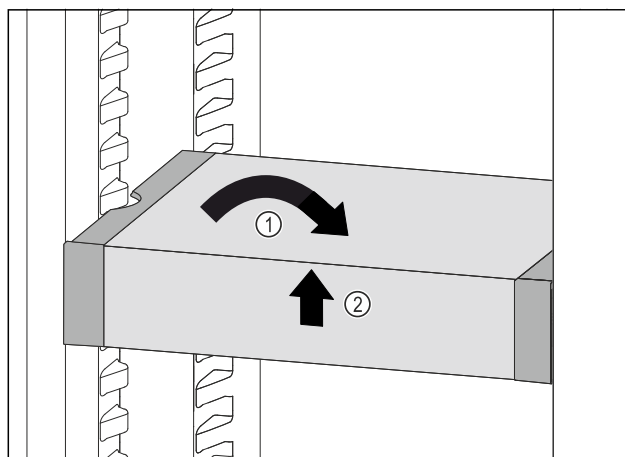

Fig. 211
- Vendosni drejt VarioSafe. Fig. 211 (1)
- Ngrini lart VarioSafe në pjesën përpara. Fig. 211 (2)